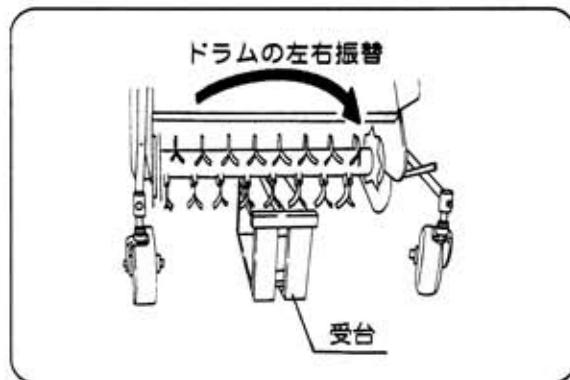

図51
- ⑤ 左右振替え後は分解の逆の順序で組付けてください。（図51）